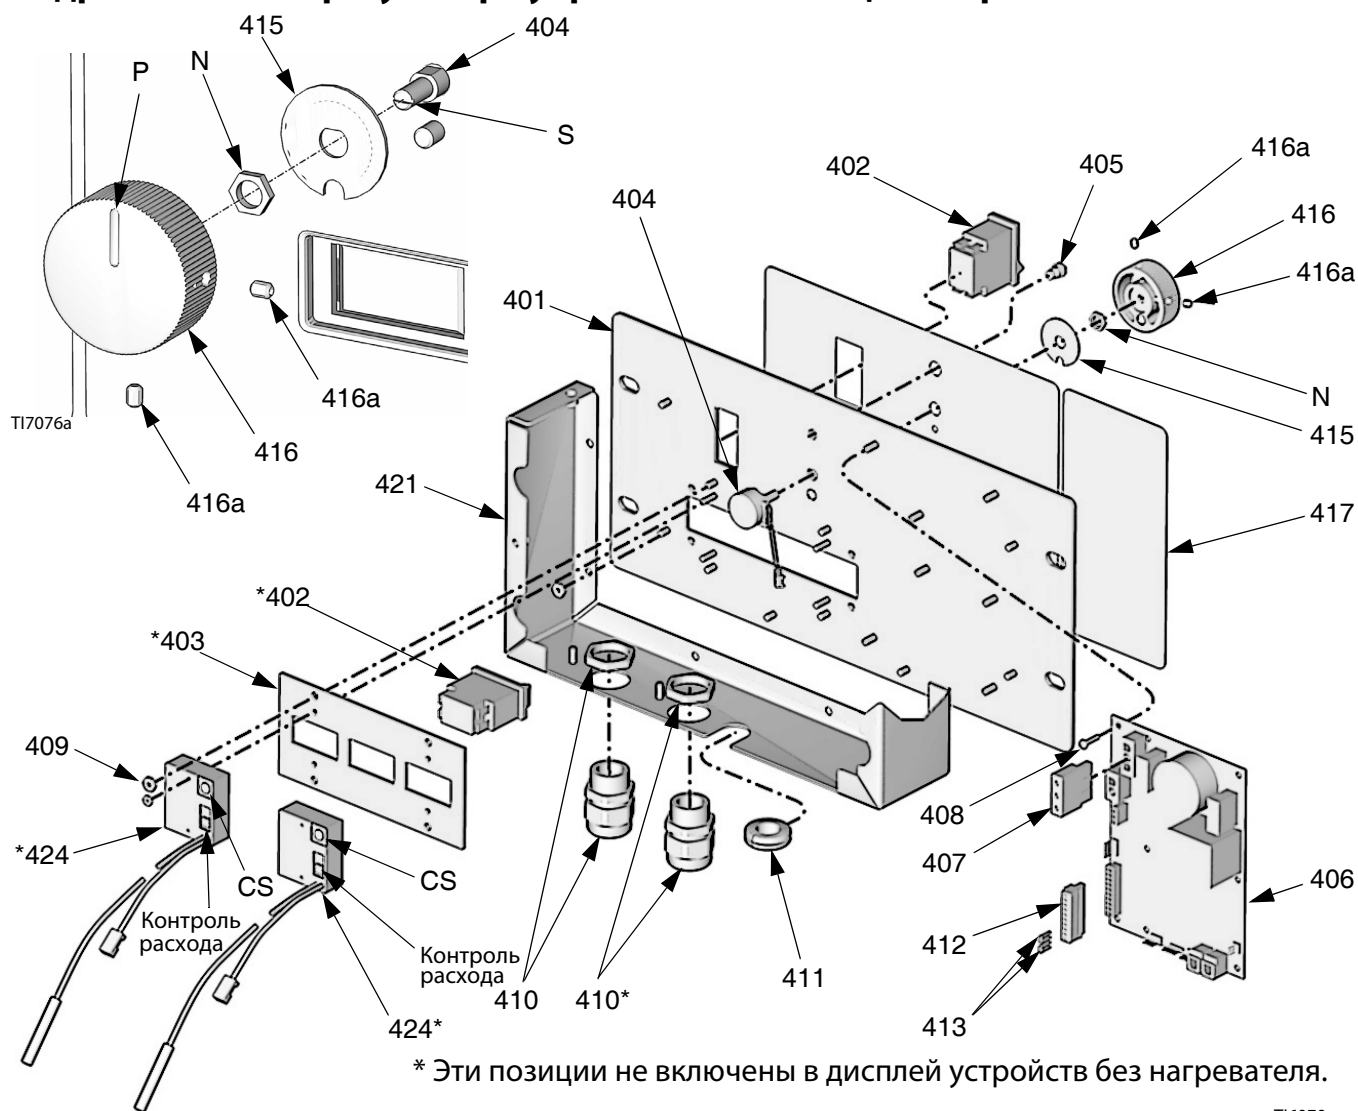
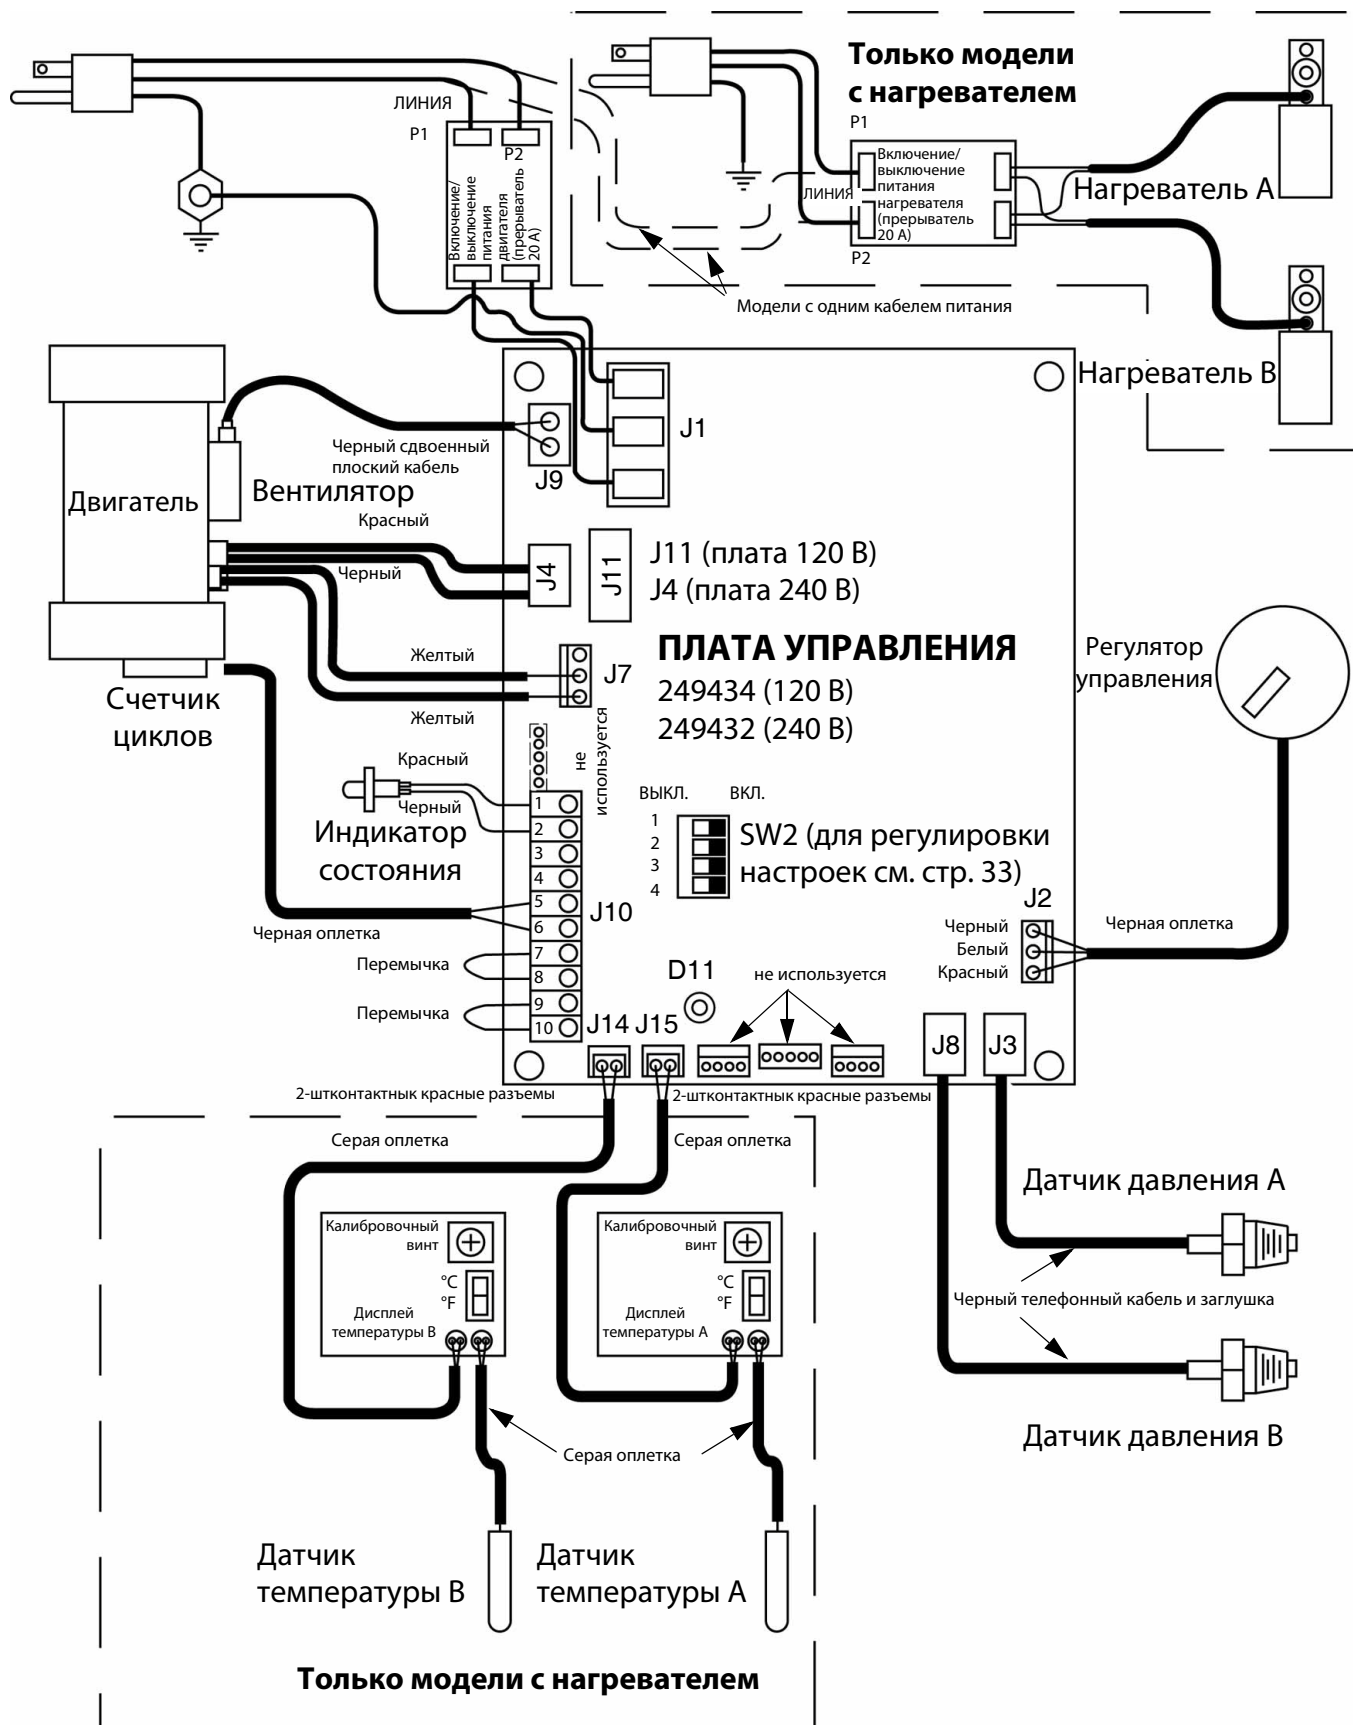

Рис.11. Модуль управления (показана модель с нагревателем)
Рис.12. Электрические подключения модуля управления
2. Снимите крышку доступа (39) на задней панели модуля управления.
3. См. Рис.11. Найдите ползунковый переключатель (FC), расположенный с правого края каждой платы дисплея температуры. При отгрузке устройство настроено на °F (нижнее положение). Для переключения на °C переместите оба переключателя в верхнее положение.
1. Снимите крышку доступа (39) на задней панели модуля управления.
2. См. Рис.11. Найдите калибровочный винт (CS) в правом верхнем углу каждой платы дисплея температуры. Немного поверните винт для корректировки отображаемой температуры.
3. Отсоедините провода потенциометра от разъема J2 на плате управления (406). См. Рис.12.
4. См. Рис.11. Извлеките два установочных винта (416а) и снимите регулятор управления (416) с вала потенциометра (404).
5. Снимите гайку (N, деталь позиции 404) и стопорную пластину (415).
6. Установите новый потенциометр (404) в обратном порядке. Установите потенциометр так, чтобы слот (S) был в горизонтальном положении. Установите регулятор (416) таким образом, чтобы стрелка (P) смотрела вверх. Установите регулятор на вал таким образом, чтобы слот (S) вошел в направляющий штифт регулятора. Перед затяжкой установочных винтов (416а) оденьте регулятор на вал по направлению к стопорной пружине.
7. Подсоедините провода потенциометра к разъему J2, как показано на Рис.12.
На плате управления установлен красный индикатор (D11). Для проверки питания должно быть включено. Местоположение светодиода см. на Рис.12. Индикатор работает описанным ниже образом:
Таблица 6: Разъемы платы управления (см. Рис.12)
2. Снимите крышку доступа (39) на задней панели модуля управления, чтобы получить доступ к плате управления (406).
3. Отсоедините кабели датчиков от разъемов J3 и J8 платы; см. Рис.12, стр. 48. Поменяйте местами соединения А и В и проследите, изменяется ли код состояния в соответствии с положением неисправного датчика, см. стр. 33.
8. Подсоедините кабель датчика к плате; см. Рис.12 на стр. 48.
Если двигатель не заблокирован насосами, его можно проверить с помощью аккумулятора 9 В. Откройте клапаны рециркуляции, отсоедините провода от разъема J4 или J11 на плате управления, см. Рис.12, стр. 48. Установите перемычки между соединениями аккумулятора и двигателя. Двигатель должен двигаться медленно и плавно.
- a. Найдите плату управления с задней стороны модуля управления, см. Рис.12, стр. 48.
1. Отсоедините кабель (37) от вентилятора (202). При включенном питании двигателя проверьте напряжение линии на разъемах кабеля (120 В или 240 В).
2. Если напряжение правильное, вентилятор неисправен. Извлеките винты, которые крепят вентилятор к экрану (206). Установите новый вентилятор в обратном порядке.
3. Если напряжение неправильное, проверьте подключение кабеля вентилятора на разъеме J9 платы управления; см. Рис.12, стр. 48.